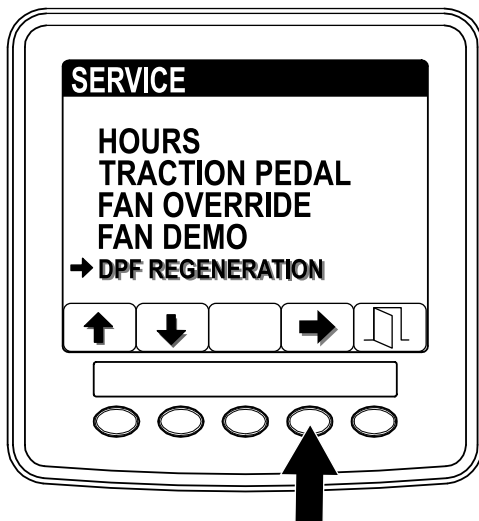

Figura 35
1. Accedete al menu Service e premete i pulsanti 1 o 2 per far scorrere il menu fino all'opzione DPF REGENERATION (Figura 35).
2. Premete il pulsante 4 per selezionare la voce DPF Regeneration (Figura 35).